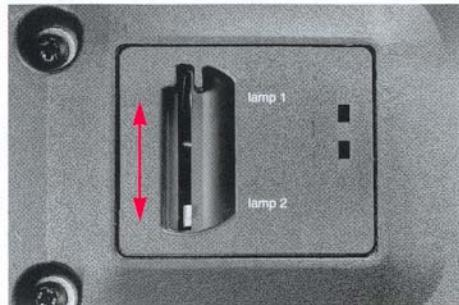

Bild 13
Zum Wechseln von Lampe 1, zuerst Lampenrücksteller (Bild 13) auf Stellung „lamp 1“ bis zum Einrasten zurück-schieben.
Faulty lamps can only be replaced when in the position in which they can be switched on. To replace lamp 1, first push back the lamp resetting unit (Fig. 13) to position "lamp 1" until it latches in. Remove the lamp housing cover (15)
Les lampes défectueuses peuvent seulement être remplacées en position d'éclairage! Pour remplacer la lampe 1, pousser le bouton de réarmement de la lampe (figure 13) vers la position «lampe 1» jusqu'à enclenchement.